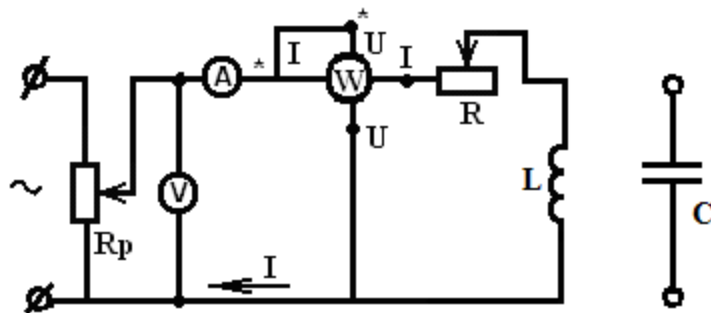

Рисунок 5
1. Собрать цепь (рисунок 5) и показать ее преподавателю для проверки.